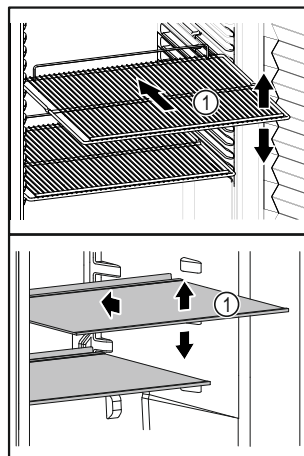

Fig. 66 Immagine a titolo di esempio
- ❑ Se i ripiani Fig. 66 (1) sono spostati, adattare i ripiani in base all'altezza.